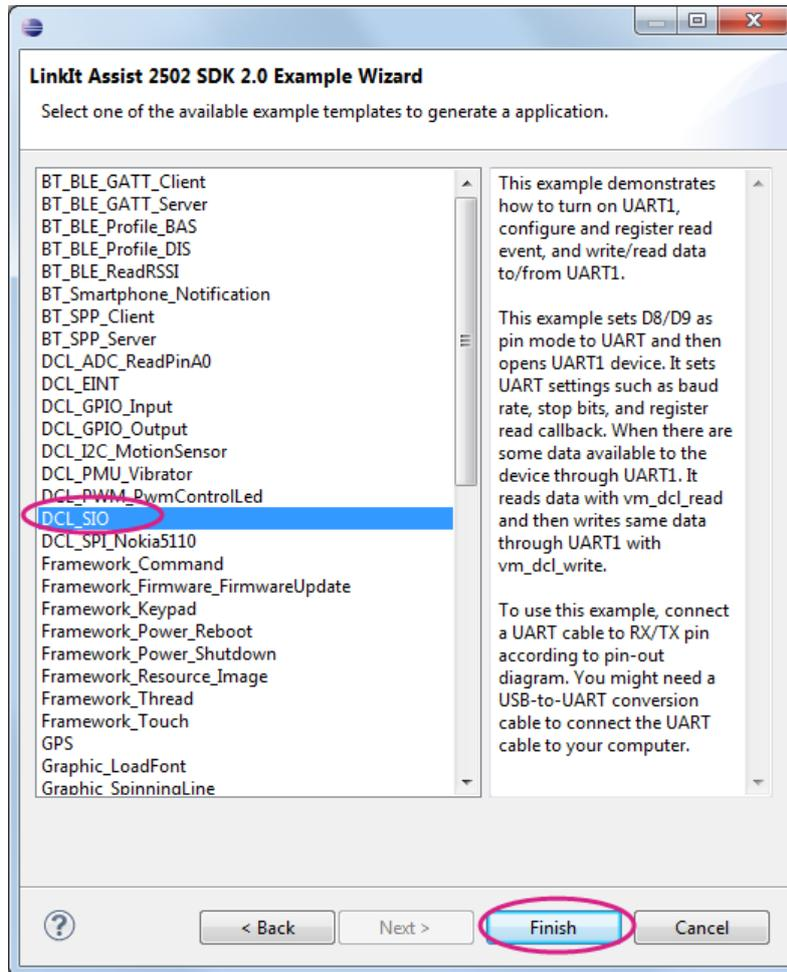

图 26 LinkIt 应用范例
- 3) 您将看见应用程序范例列表（左边）和它们的描述（右边）显示在 **LinkIt Assist 2502 SDK 2.0 范例向导窗口**，如图 26。